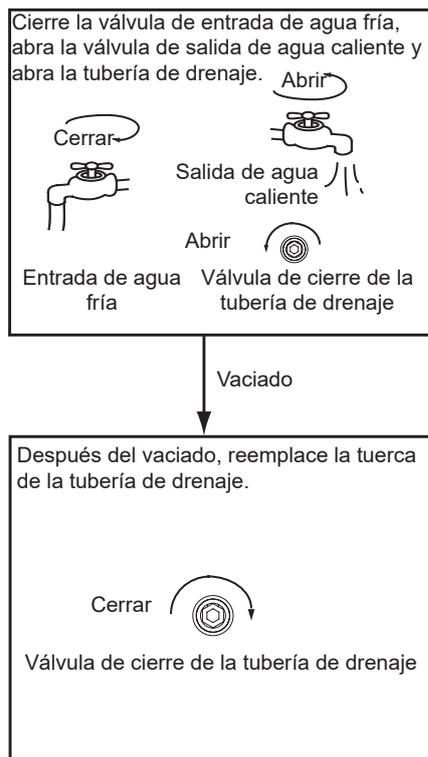

Figura 4-2
- Vaciado: Si la unidad necesita limpieza, traslado, etc., se debe vaciar el tanque. Método: Véase Figura 4-2: